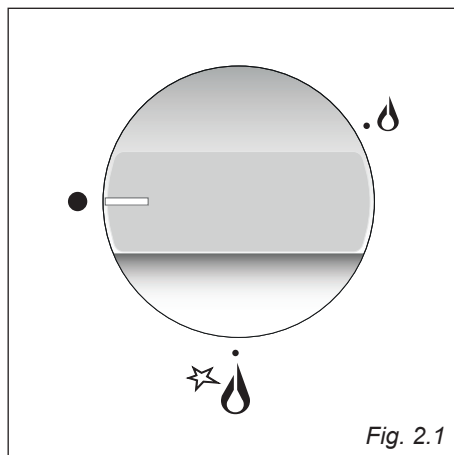
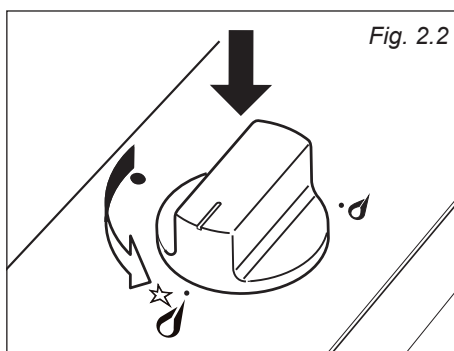

Fig. 2.1
Fig. 2.2
L'afflusso del gas ai bruciatori è regolato da un rubinetto valvolato comandato dalla manopola di fig. 2.1.
- √ L'accensione elettrica è incorporata nelle manopole dei bruciatori e si identifica per il simbolo  vicino al simbolo  (fig. 2.1).
1. Premere e ruotare la manopola corrispondente (fig. 2.2) fino alla posizione di portata massima  (fiamma grande - fig. 2.1) e mantenere premuta la manopola fino ad accensione avvenuta.